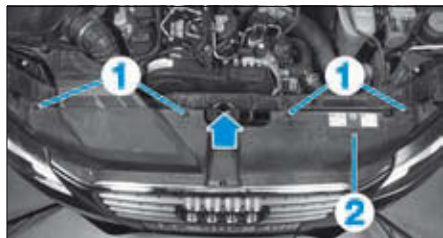

FIG. 84
- Déposer les vis (1) de la garniture supérieure (2) de la calandre (Fig.84).
- Soulever la garniture supérieure (2) et la dégrafer de la calandre.